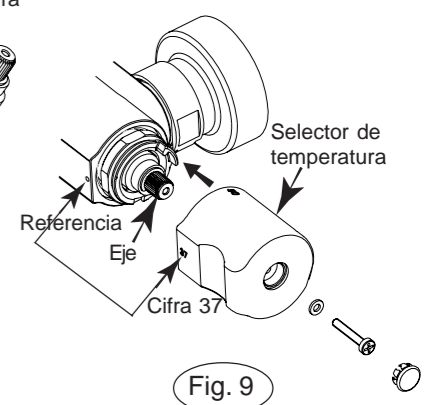

Fig. 9
- Cuando cambie el cartucho de temperatura o el cabezal (válvula) de caudal : ayudarse (por ejemplo) de un lápiz para extraer el cono del selector (fig. 9) y fijar el selector con un tornillo.